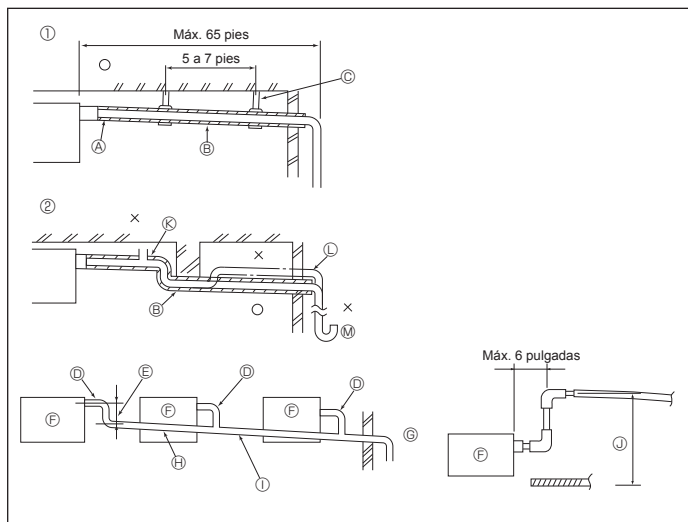

Fig. 6-1
6.1. Tubería de drenaje (Fig. 6-1)
- ① Tubería correcta
- ② Tubería incorrecta